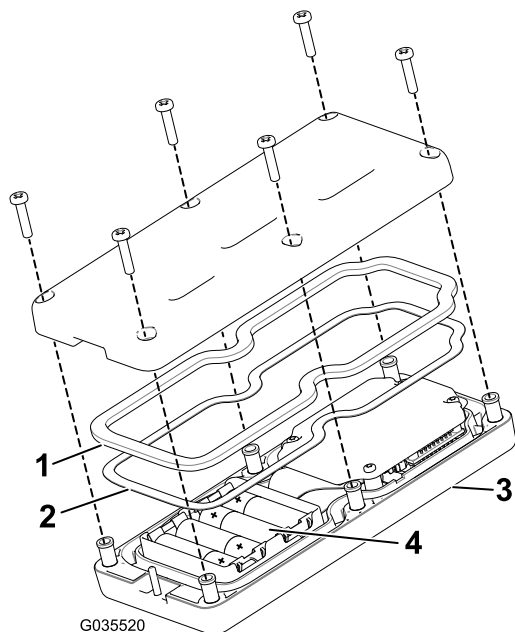

Рисунок 26
3. Отверните 6 винтов в задней части пульта дистанционного управления и демонтируйте крышку (Рисунок 26).
- Вставьте все новые батарейки в соответствующие гнезда, соблюдая полярность. (Если батарейки будут установлены неправильно, устройство не будет повреждено, но и не будет работать.) В каждом гнезде имеется тиснение с обозначениями полярности клемм (Рисунок 26).
- В случае случайного удаления резинового уплотнения и стальной прокладки осторожно установите их в канавку ручного пульта дистанционного управления (Рисунок 26).
- Установите крышку, закрепите ее с помощью 6 ранее снятых винтов (Рисунок 26) и затяните их с моментом 1,5-1,7 Н·м.